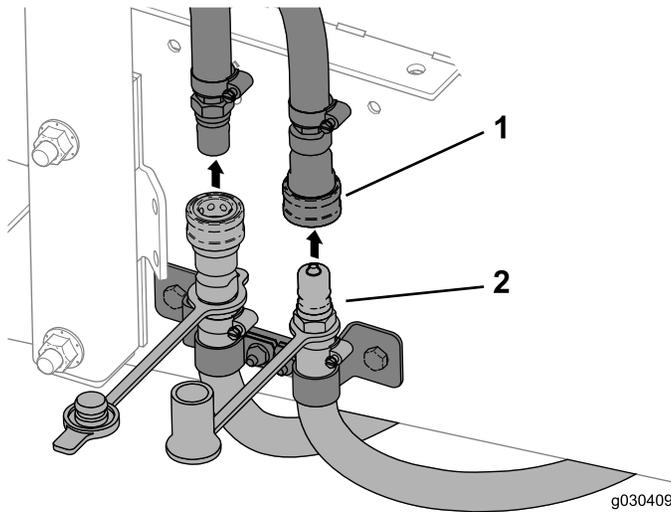

Bild 68
2. Schließen Sie den Heizungsschlauch ab (Bild 68).